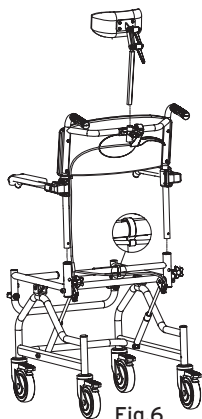

Fig.6
- Inserire lo schienale all'interno dei fori sul telaio della carrozzina e fissare lo schienale tramite i due pomelli di fissaggio (Fig.6);
- Inserire il poggiatesta nel supporto già installato sulla maniglia di spinta e stringere il supporto (Fig.6);